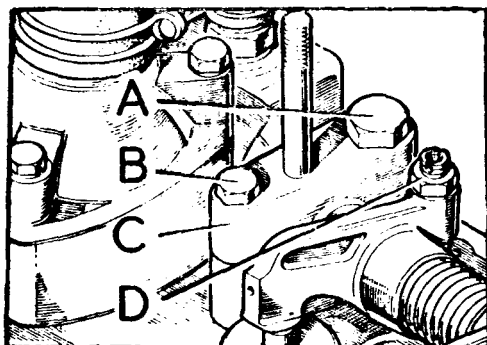

Fig. A1-57 Desmontaje del árbol de balancines
- 1.3. Aflojar las contratuercas y los tornillos de ajuste, D (Fig. A1-57) para dejar parcialmente libres las varillas de empuje.
- 1.4. Soltar los tornillos, B (Fig. A1-57), fijar el árbol de balancines y los A, que fijan el árbol y la culata.